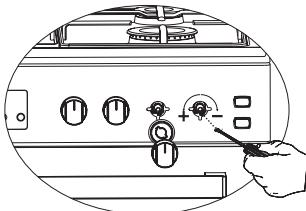

Figura 6
5. Për një kontroll përfundimtar, sillni djegësin në pozicionin e goditjes dhe të reduktuar dhe kontrolloni për flakëndezur ose fikur. Në varësi të llojit të rubinetit të gazit të përdorur në pajisjen tuaj, pozicioni i vidës rregulluese mund të ndryshojë. Për të rregulluar spinën e furrës, në llojin e gazit, bëni rregullimin për flakën e reduktuar me kujdes duke e rotulluar me një kaçavidë të vogël siç tregohet poshtë vidës në mes të cekëtit të gazit, si dhe ndryshimet e grykës. (figura 6 dhe 7)